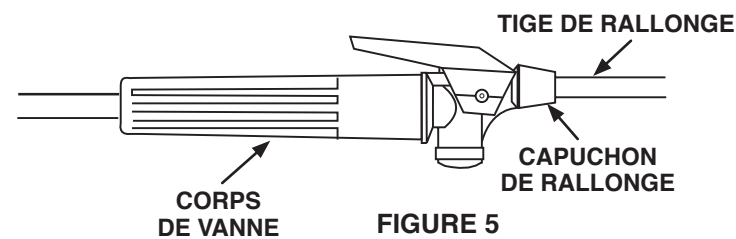

FIGURE 5
- Étape 1. Capuchon de la rallonge à la tige de rallonge (figure 5).